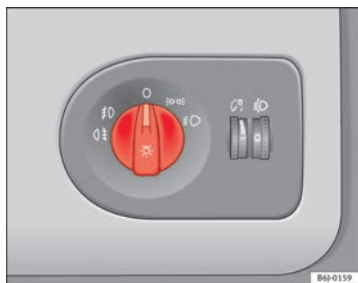

Fig. 56 Pormenor do painel de instrumentos: comando das luzes, faróis de nevoeiro e luz de nevoeiro traseira
- Rodar o interruptor da luz ⇒ Fig. 56 para a posição ☀.